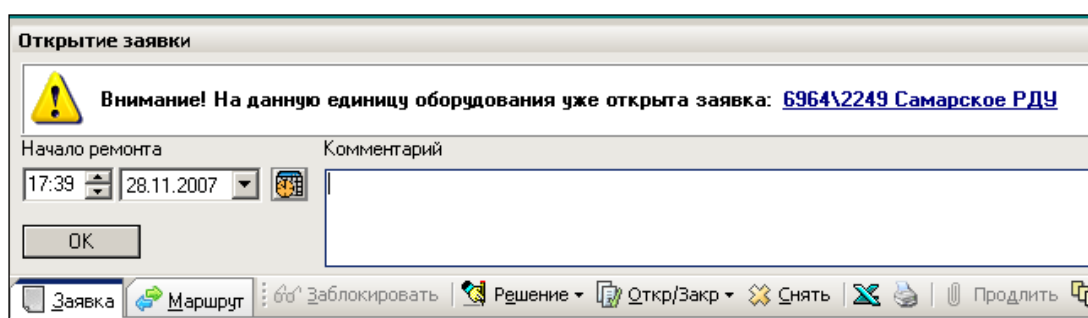

Рисунок 16.6 – Предупреждение при открытии заявки
- **«При открытии заявки проверять наличие открытых заявок на то же оборудование».** При установке данного флага во время открытия заявки будет проводиться проверка на наличие уже имеющихся открытых заявок на текущую единицу оборудования. Если уже имеются открытые заявки на то же оборудование (состояние заявки – «Открытая»), то появится предупреждение (Рисунок 16.6).